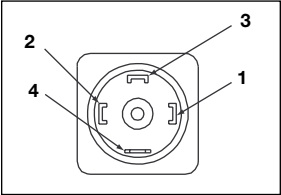

図2
- 3. 圧力スイッチ配線端子は、DINプラグコネクタにナンバーが打ってあります。図2に従って、正しく接続してください。